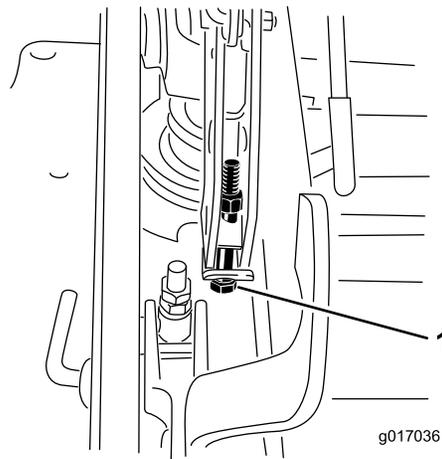

**Figura 75**
12. Para ajustar el sistema de ajuste de un solo punto, afloje los 2 pernos situados cerca del borde inferior de la pletina de altura de corte (Figura 75).
14. Apriete los 2 pernos en el borde inferior de la pletina de altura de corte (Figura 75).